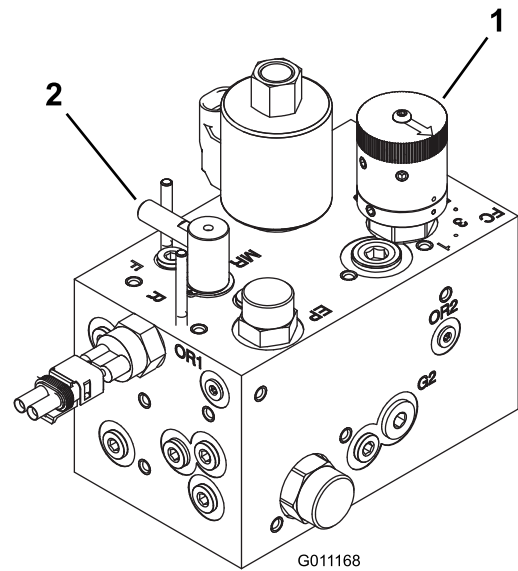

Figura 50
3. Girate la manopola di comando della velocità dei cilindri (Figura 50) fino al numero della velocità dei cilindri stabilito al passaggio 1.